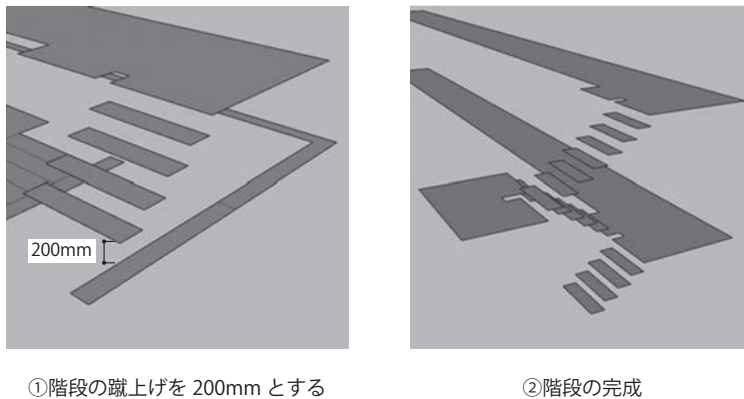

図16 階段ステップの作成
- 8) 同様に他の階段の踏面を青軸に沿って200 mm ずつ高くしながら移動（図16-①）
- 10) 1 階から 2 階への階段を同様に作成する（図16-②）